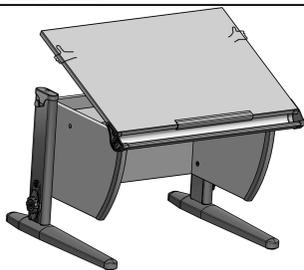

Рис. 30
- 6.5.1. Приподнять столешницу (держась за дальний левый или правый угол столешницы) на нужный угол наклона. (См. рис. 30)